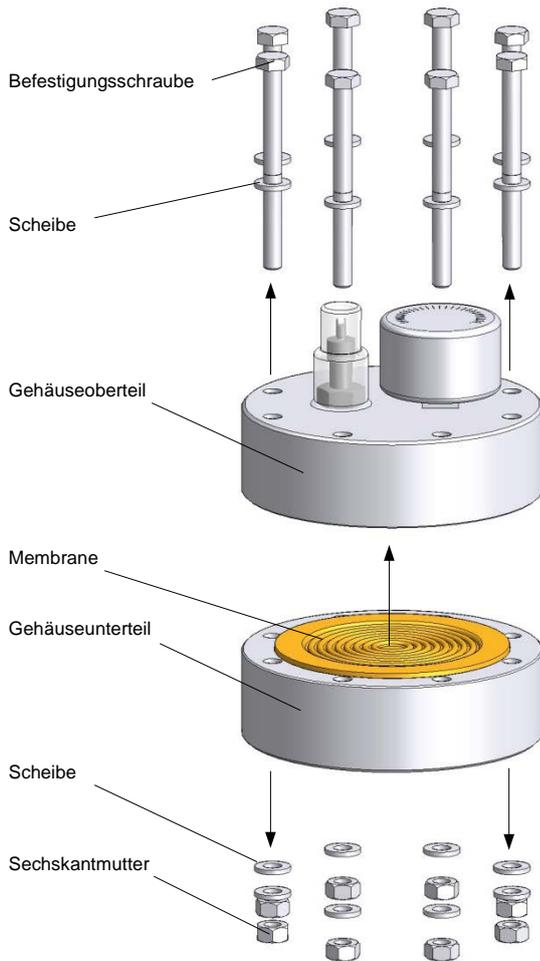

Abb. 17 Membranwechsel
- Befestigungsschrauben über Kreuz lösen und Gehäuseoberteil abnehmen (siehe Abb. 17).